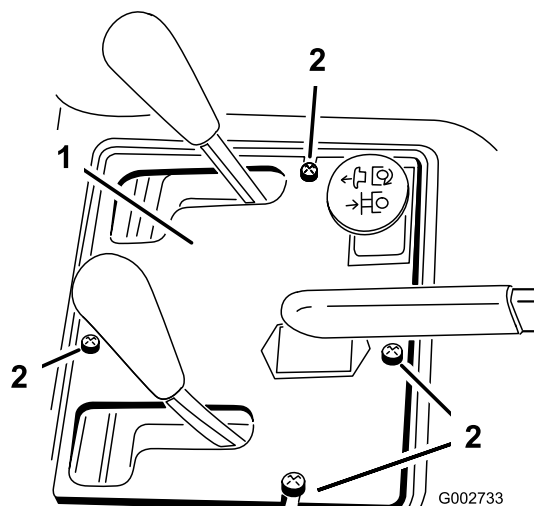

Bild 36
2. Nehmen Sie die vier Schrauben ab, mit denen das Armaturenbrett am Rahmen befestigt ist (Bild 36).